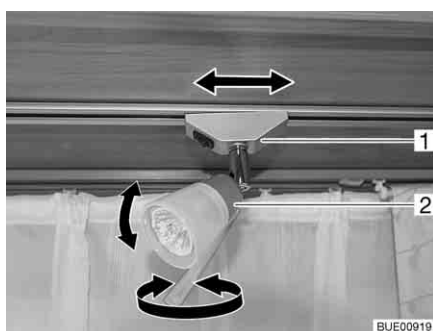

Fig. 65 Faretto
**Orientamento:** ■ Afferrare l'involucro (Fig. 65,2) e girarlo.
**Posizionamento:** ■ Afferrare il supporto (Fig. 65,1) e ruotarlo di circa 45°.
- Afferrare il supporto (Fig. 65,1) e ruotarlo di 90°.